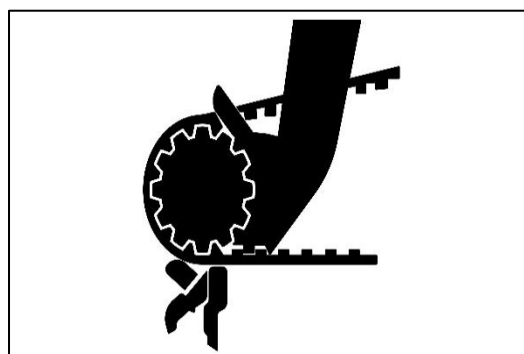

Abb. 44 – GEFAHR DES VERFANGENS VON HAND UND ARM IN KETTE ODER ZAHNRIEMENANTRIEB
- Versuchen Sie nicht, die Maschine zu warten oder einzustellen, bevor alle beweglichen Teile zum Stillstand gekommen sind (Abb. 44).